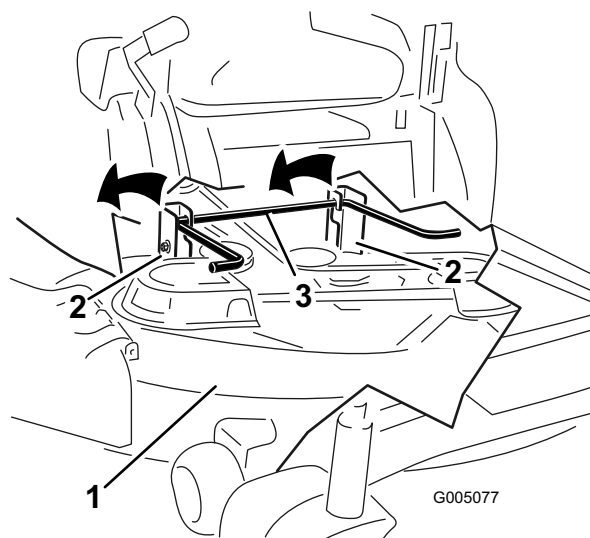

Figure 43
5. Soulevez et enlevez le plateau de coupe et les supports de la tige de levage arrière et abaissez la tondeuse au sol avec précaution (Figure 43).
5. Soulevez l'arrière du plateau de coupe et guidez les supports sur la tige de levage arrière (Figure 43).